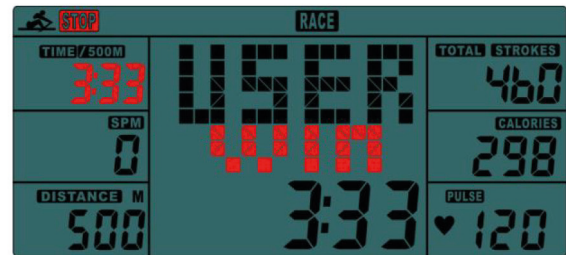

Abb. 7
*Der Computer stoppt, sobald entweder der Benutzer oder der Computer die eingestellte Renndistanz erreicht haben. Dann zeigt die Matrix „PC WIN“ oder „USER WIN“ (Abb. 7) an.*